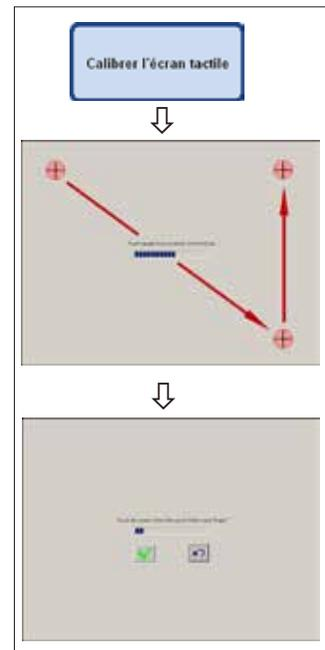

Fig. 78
Calibrer l'écran tactile (fig. 78)
- Toucher sur l'écran le centre des cercles rouges (en tout trois fois), en commençant par le coin supérieur gauche (fig. 78 en haut).
- Ensuite, toucher n'importe quel point sur l'écran et vérifier si le curseur suit le déplacement (fig. 78 en bas).